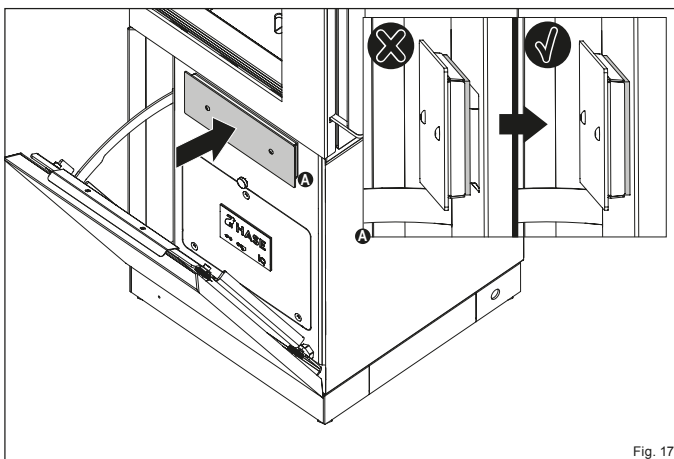

Fig. 17
Lorsque vous insérez le bac à cendres, veillez à ce que le joint soit plaqué (Fig. 17). Ainsi, le processus de combustion n'est pas perturbé par de l'air parasite.
- ✓ Faites glisser le bac à cendres dans l'ouverture de manière à ce qu'il soit hermétiquement fermé (Fig. 17).
- Faites glisser le bac à cendres dans l'ouverture (Fig. 17).